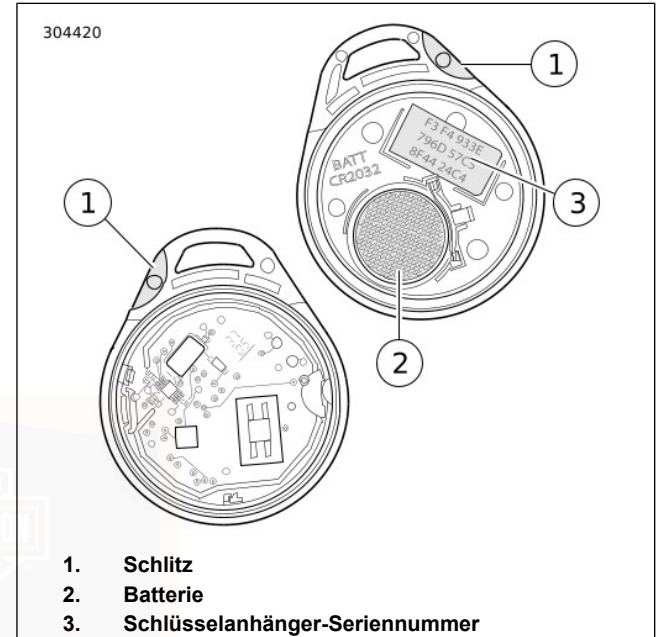

Abbildung 40. Batterie für Handsfree-Schlüsselanhänger
1. Siehe Abbildung 40. Eine dünne Klinge im Schlitz (1) an der Seite des Schlüsselanhänger langsam verdrehen, um die beiden Hälften zu trennen.
2. Die Batterie (2) entfernen und entsorgen.